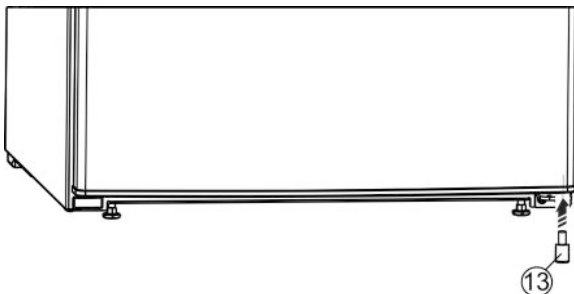

Fig. 7
- ▶ De afstandhouder Fig. 7 (13) weer rechtsonder in de deur terugplaatsen, omdat dit belangrijk is voor de stabiliteit van het apparaat.